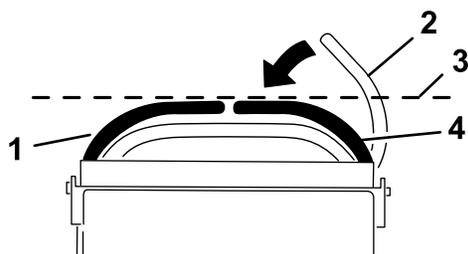

図 60
4. 走行コントロールレバーの水平方向の整列をチェックする 図 60。